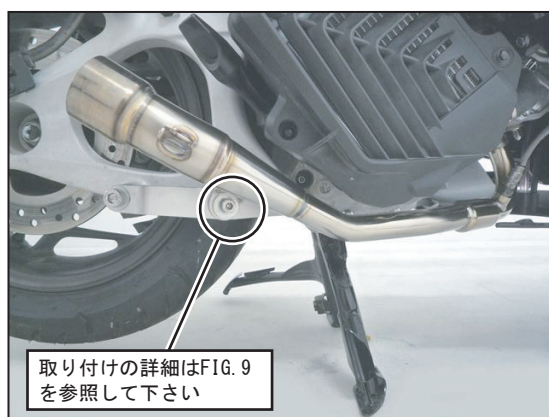

FIG. 8
7. ①エキゾーストパイプのステーを、⑨キャップボルトM8×20と⑬平ワッシャM8×26、⑯フランジナットM8を使用して⑤エキゾーストパイプステーに仮締めして下さい。(FIG. 8, 9参照)